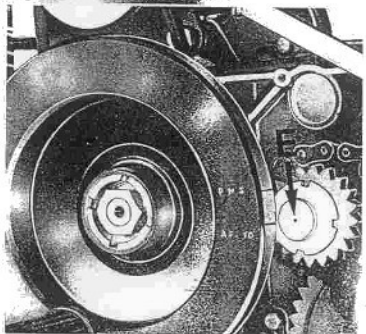

Fig. 113
**CONTROLLO MESSA IN FASE DELL'ACCENSIONE** (vedere fig. 113 - 113/1)